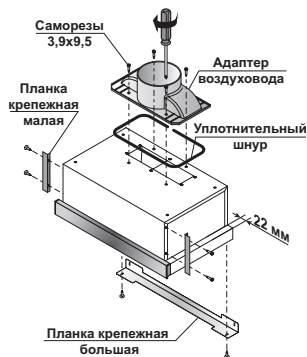

Рис. 2
1. При помощи саморезов 3,9x9,5 из монтажного комплекта и отвертки закрепите адаптер воздухопровода и, при необходимости, планки крепежные на корпусе вытяжки. (Рис. 2)